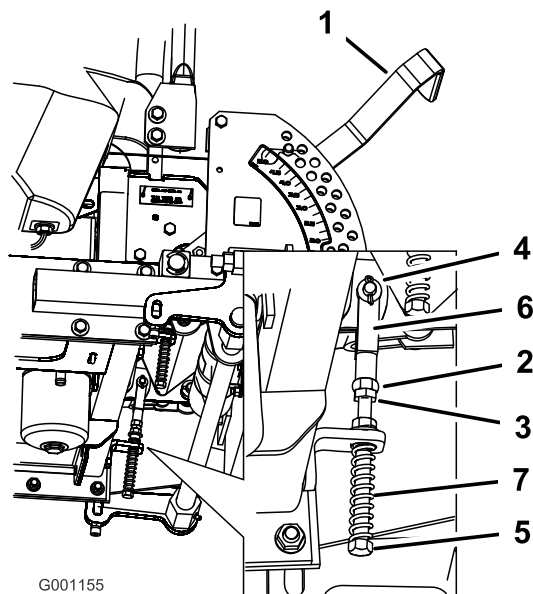

Figura 90
8. Si es necesario un ajuste, afloje la tuerca y la contratuerca contra la horquilla (Figura 90).
9. Aplique una ligera presión hacia atrás en la palanca de control de movimiento, y gire la cabeza del perno de ajuste en el sentido apropiado hasta que la palanca de control esté centrada en posición de BLOQUEO/PUNTO MUERTO (Figura 90).
10. Apriete la tuerca y la contratuerca (Figura 90).